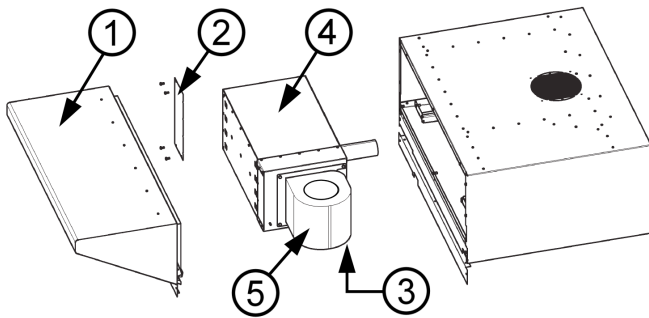
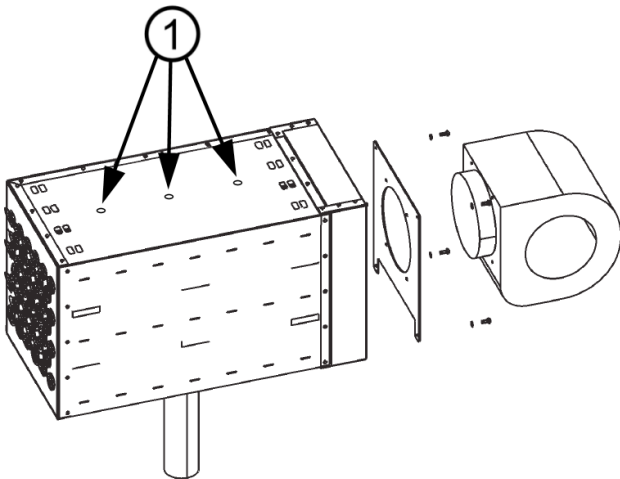

Figure 22 : Hotte 0610 désassemblée
Figure 23 : Descriptif de l'échangeur thermique de la hotte
- 12 boulons M5 se trouvent à l'avant du collecteur de vapeur. Dévissez ces boulons et retirez le collecteur de vapeur (1) de la hotte (voir fig. 22).
- Dévissez la plaque de verrouillage et la barre de séparation (2).
- Retirez le connecteur du câble électrique (3) de la prise au bas du moteur.
- Retirez l'échangeur thermique (4) et le moteur (5).
- Retirez la plaque en acier avec le moteur de l'échangeur thermique (voir fig. 23).
Placez l'échangeur thermique dans un endroit approprié pour que l'eau puisse s'écouler avec les trois ouvertures de service (1) vers le haut (voir fig. 23). Appliquez le savon dans l'échangeur thermique par ces trois ouvertures et laissez agir pendant 15 minutes. Rincez ensuite l'échangeur thermique à l'eau chaude.